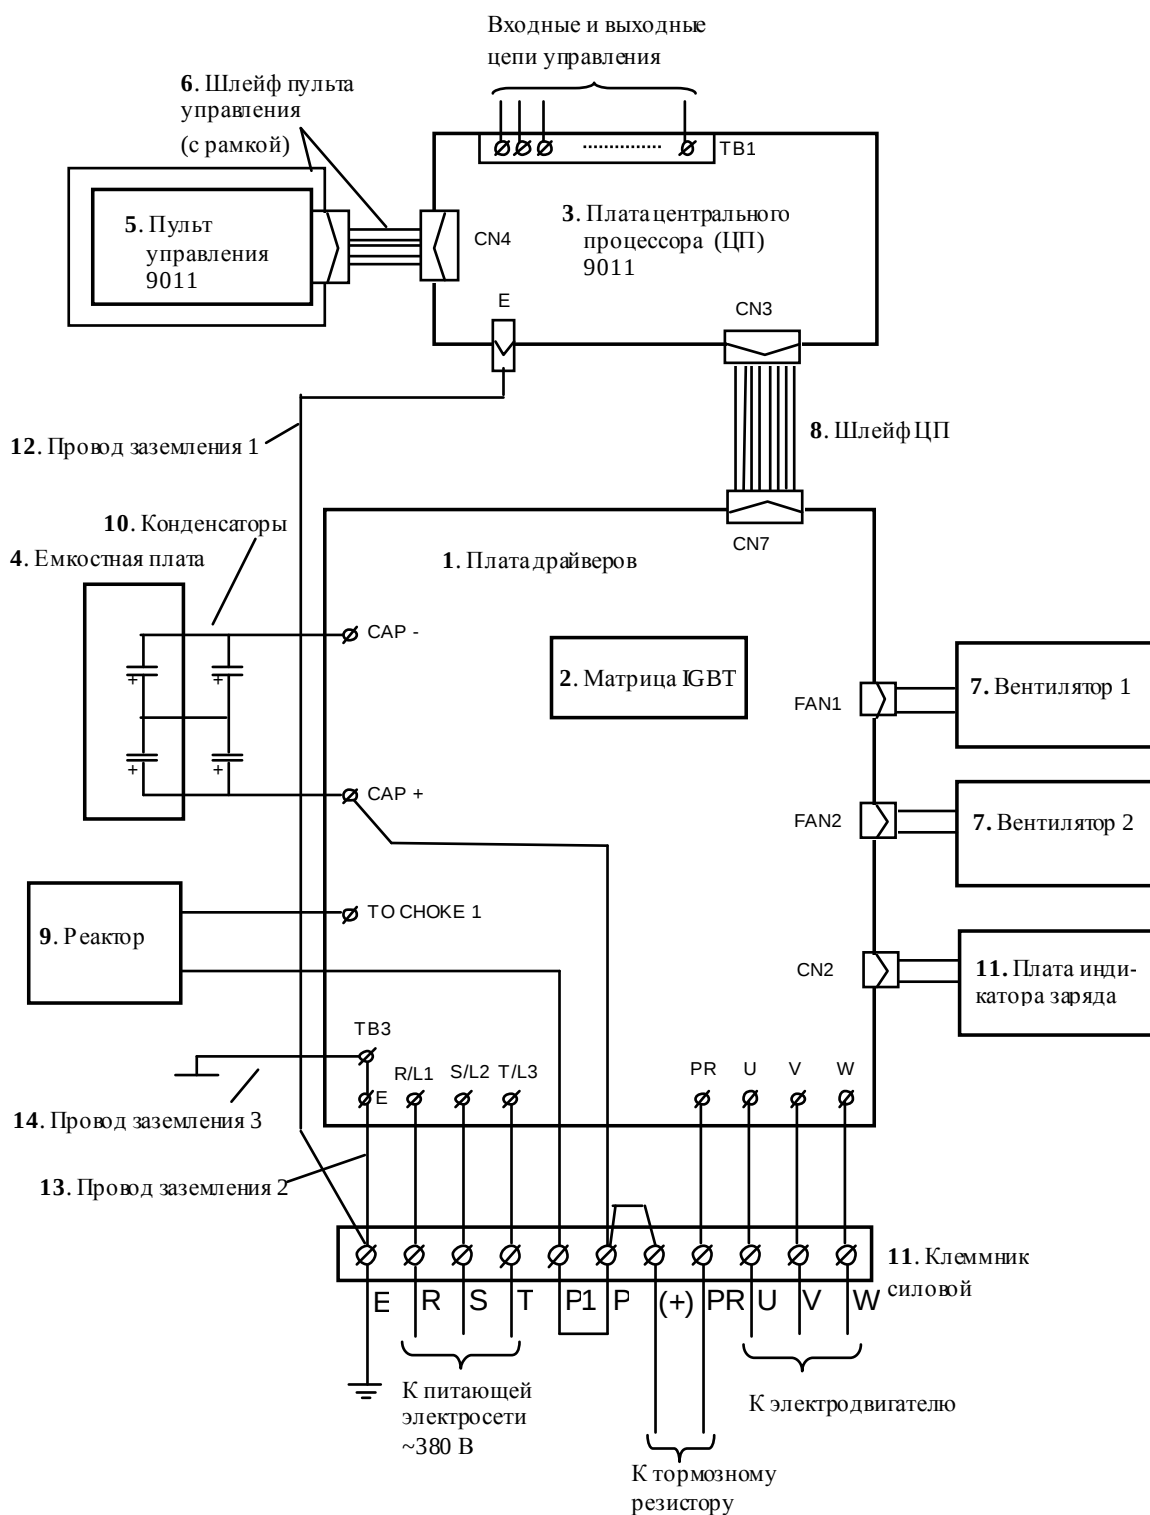

Рис. 4.2. Блок-схема преобразователя частоты EI-9011-020H
4.3. Блок-схема преобразователя частоты EI-9011-020H приведена на рис. 4.2, схема соединений - в Приложении 1.
4.4. Фотографии сменных узлов, входящих в состав преобразователя частоты EI-9011-020H приведены в табл. 4.1 (порядковые номера соответствуют рис. 4.2).